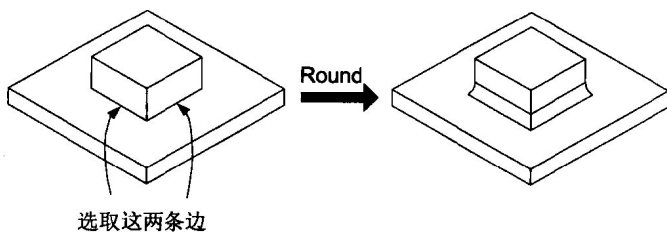

图 1.12
- **One By One:** 选取一个或多个单一的边或曲线为欲倒圆角的边, 例如, 图 1.12 就是以 Edge Chain → One By One 的方式选取两条边做圆角。